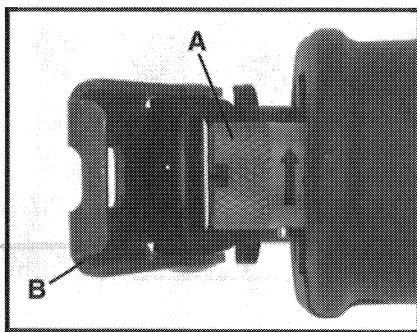

Fig. 3
1. L'arbre à mouvement alternatif doit être entièrement déployé pour donner accès au collier de dégagement de lame *Quik-Change™* (A) Fig. 3. Au besoin, tapez délicatement l'interrupteur à gâchette pour mettre l'arbre à mouvement alternatif à sa position la plus extérieure (comme illustré à la Fig. 3).
2. Faites pivoter la semelle de guidage (B) Fig. 3 vers l'avant pour améliorer l'accès au serre-lame.